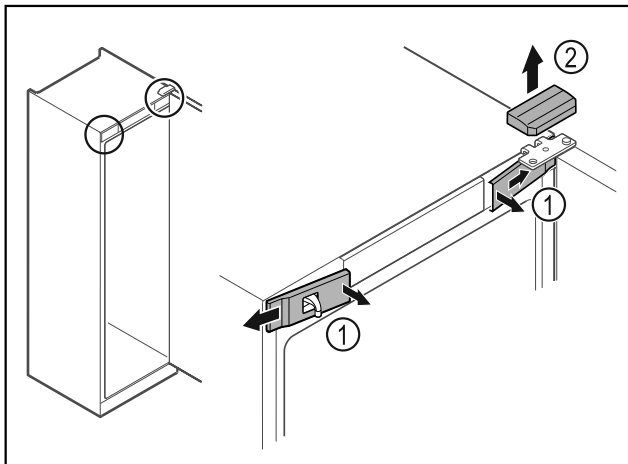

Fig. 16
- Trekk de innvendige dekslene foran Fig. 16 (1) ut av stilling, og ta dem av sidelengs.
- Trekk det øvre dekselet Fig. 16 (2) opp og av.